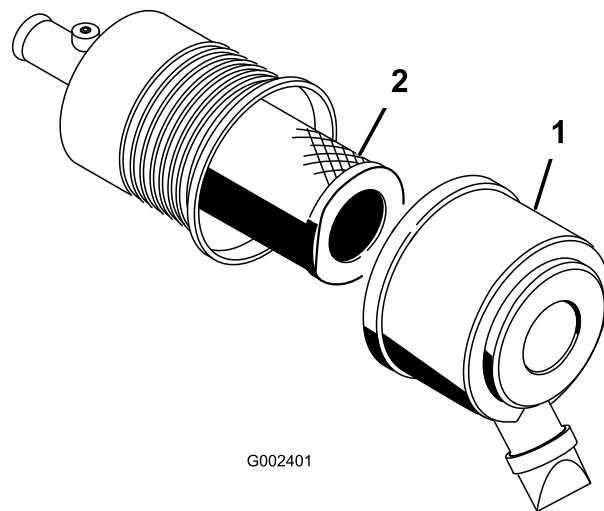

Figure 54
2. Desserrez les attaches qui fixent le couvercle sur le boîtier du filtre à air (Figure 54).
3. Déposez le couvercle du boîtier du filtre à air (Figure 54).
5. Déposez et remplacez le filtre (Figure 54). Ne nettoyez pas l'élément usagé, car cela peut endommager le matériau du filtre.